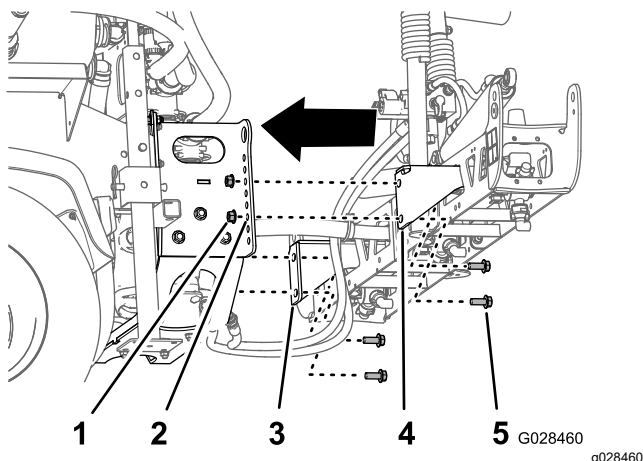

図 37
2. センターブームアセンブリの取り付けブラケットの底部にある穴を、スキッドフレームのブームサポートの下から3番目の穴に、図 37のように整列させる。